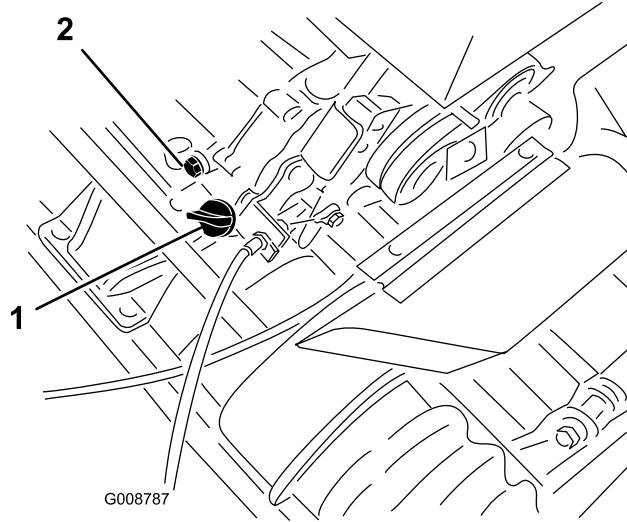

図 21
1. エンジンが水平になるように駐車し、オイル・ゲージの周囲をきれいに拭く(図 21)。
2. 機体下にあるドレン・プラグ(図 21)の下に廃油受けを置く。